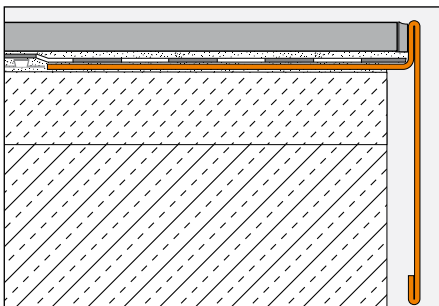
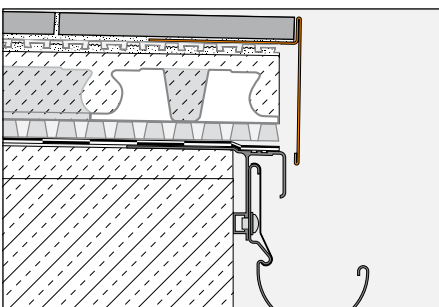

Abb. 4
Abb. 5
Verarbeitung für feste Verlegung im Verbund mit Fliesenbelag (Abb. 4 und 5)
2. Randabschlusswinkelprofil Schlüter®-BARA-RT mit dem trapezgelochten Befestigungsschenkel auf den Estrichrand (Abb. 4) bzw. auf die zuvor verlegte Drainagematte Schlüter®-DITRA-DRAIN (Abb. 5) in die Kontaktschicht aus Dünnbettkleber einbetten und vollflächig überspachteln.